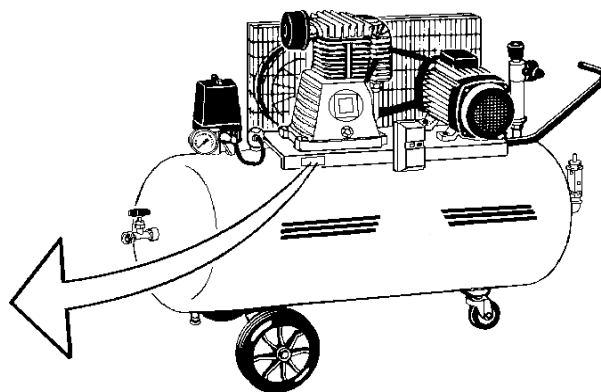

Fig. 1-1
L'elettrocompressore è identificato da una targhetta posta sulla fiancata della lamiera porta motore (fig. 1-1).
Der Elektrokompressor ist mit einem Schild, welches auf der Seite des Halterungsbleches des Motors sitzt, versehen. (Bild 1-1).
L'électrocompresseur est identifié par une plaquette située sur le côté en tôle de la porte du moteur (fig. 1-1).
El electrocompresor se identifica por una plaquita situada en el lado en lamina del puertamotor (fig. 1-1).
The electrocompressor is identified through a label attached on the side of the motor-holding plate. (fig. 1-1).
Maskinens identifikasjonsplate er plassert på motorbraketten. (fig. 1-1).
- 1 modello compressore e tipo (rilevabile dalla targhetta di fig. 1-1)
- 2 numero di matricola (rilevabile dalla targhetta di fig. 1-1)
- 3 tensione e frequenza dell'elettrocompressore (rilevabile dalla targhetta di fig. 1-1)
- 1 Kompressor Modell und Typ (sichtbar auf dem Schild von Bild 1-1)
- 2 Immatrikulationsnummer (sichtbar auf dem Schild von Bild 1-1)
- 3 Stromstärke und Frequenz des Elektrokompessors (sichtbar auf dem Schild von Bild 1-1)
- 1 modèle du compresseur et type (lisible sur la plaquette de fig. 1-1)
- 2 numéro de série (lisible sur la plaquette de fig. 1-1)
- 3 voltage et fréquence de l'électrocompresseur (lisible sur la plaquette de fig. 1-1)
- 1 modelo del compresor y tipo (se puede leer en la plaquita de fig. 1-1)
- 2 número de serie (se puede leer en la plaquita de fig. 1-1)
- 3 voltaje y frecuencia del electrocompresor (se puede leer en la plaquita de fig. 1-1)
- 1 type and model of the compressor (it can be read on the plate of fig. 1-1)
- 2 serial number (it can be read on the plate of fig. 1-1)
- 3 voltage and frequency of the electrocompressor (it can be read on the plate of fig. 1-1)
- 1 Model og type (se id.merke fig. 1-1)
- 2 Serienummer (se id.merke fig. 1-1)
- 3 Volt og frekvens (hz) (se id.merke fig. 1-1)